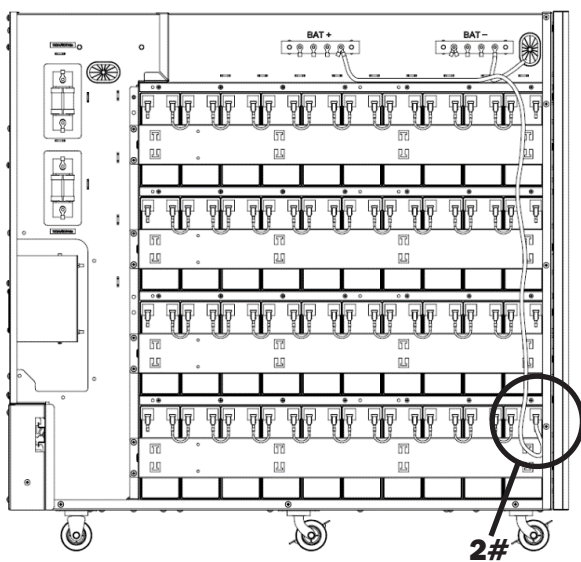

Figura 5-16A
21. Conecte la batería 1+ del grupo 1 a la barra colectora de la batería + (BAT +) (Figura 5-16A).